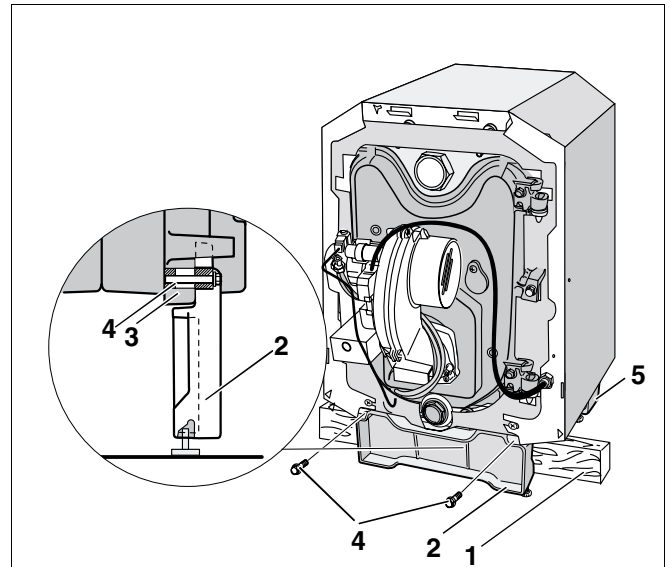

Fig. 12 Montarea soclului cazanului la elementul din fata
- Impingeti (fig. 12, **poz. 1**) grinziile sub cazanul de incalzire, astfel incat sa poata fi montat (fig. 12, **poz. 2**) soclul cazanului.
- Pozitionarea (fig. 12, **poz. 2**) soclului cazanului la picioarele (fig. 12, **poz. 3**) elementului din fata.
- Insurubarea (fig. 12, **poz. 2**) soclului la picioarele (fig. 12, **poz. 3**) elementului de fata. Suruburile hexagonale M10 (fig. 12, **poz. 4**) sunt atasate la soclul cazanului.
Montarea soclului cazanului la elementul din spate (fig. 12, **poz. 5**) este identica cu montarea acestuia la cel din fata (fig. 12, **poz. 2**).